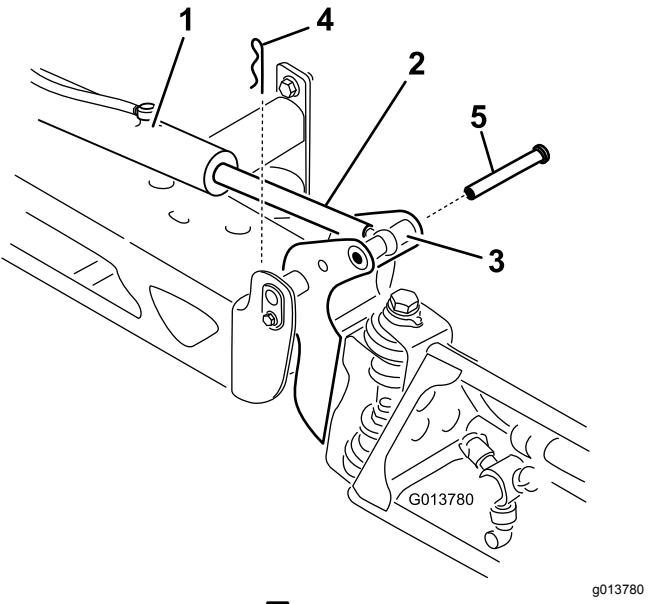

図 74
2. ピボットピンからコッターピンを抜き取る図 74。
3. ブームを持ち上げて、ピンを外す(図 74)。ブームをゆっくりと床まで降下させる。
8. ブームを持ち上げて、ピボットをアクチュエータロッドに整列させる。ブームを支えながら、ブームのピボットとアクチュエータロッドにピンを通す(図 74)。